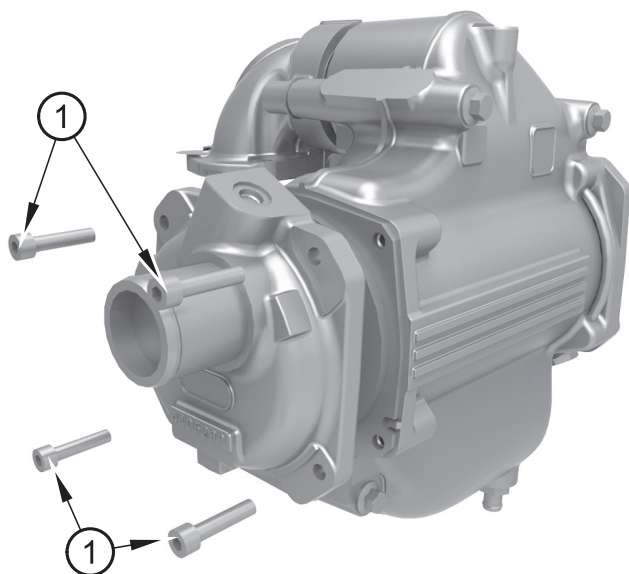

Figura 24
6. Retire la tapa del extremo soltando los pernos (figura 24, elemento 1).